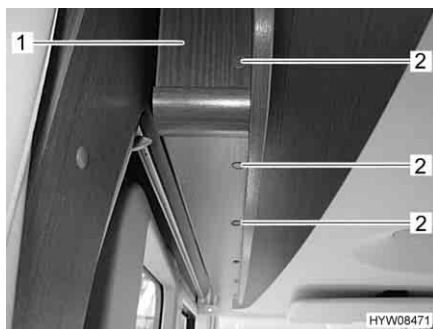

Fig. 55 Diaframma sul letto basculante
- Togliere tutti i coperchi di copertura (Fig. 55,2).
- Svitare tutte le viti (a intaglio) che si trovano sotto i coperchi di copertura e rimuovere il diaframma (Fig. 55,1).